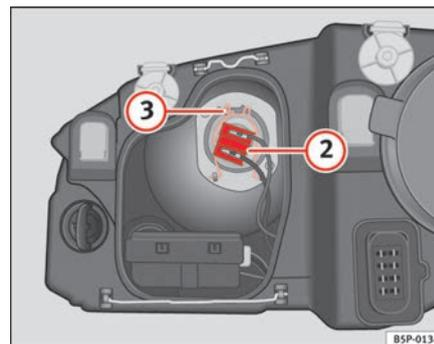

Fig. 185 Anabbaglianti
- Estrarre il connettore ⇒ pag. 268, fig. 185 ② della lampada.
- Sganciare la molla di ritegno ⇒ pag. 268, fig. 185 ③ premendo verso l'interno e a destra.